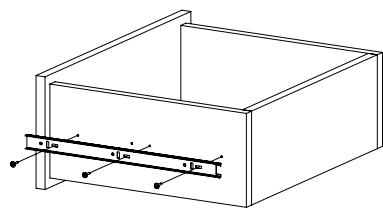

Рис.9
9. Закрепите внутренние планки направляющих на деталях 10 и 11 шурупами 3,5х16 (Рис. 9).